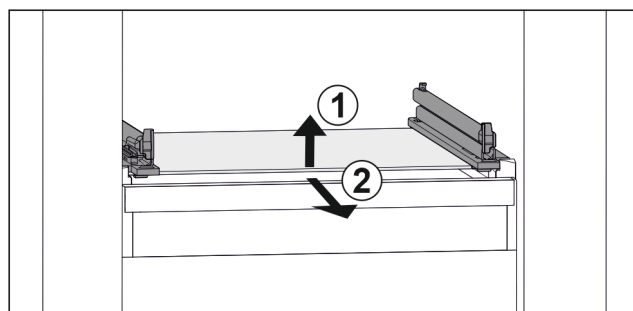

Fig. 47 Příklad znázornění skleněné desky
- Nadzvedněte skleněnou desku vpředu. Fig. 47 (1)
- Vyjměte skleněnou desku dopředu. Fig. 47 (2)